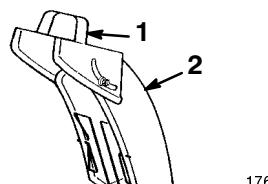

Figure 24
- Poignée du déflecteur** (Fig. 24)—La poignée du déflecteur, située en haut de l'éjecteur, commande la hauteur d'éjection de la neige.